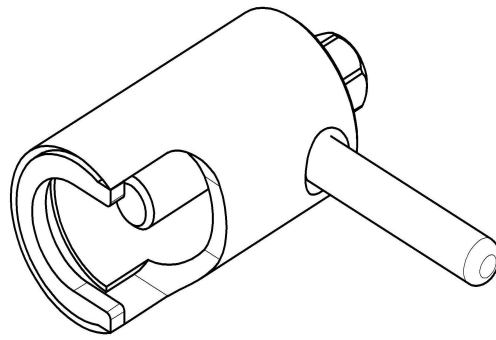

Рис. 11. Съемник крыльчатки.
- снять крыльчатку при помощи специального съемника (см. рис. 11);